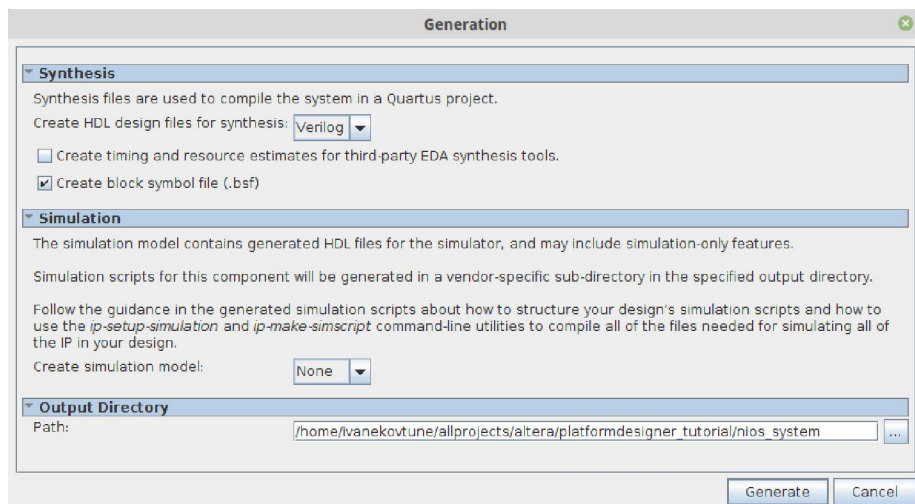

Рисунок 19. Налаштування у вікні *Generation*.
15. Далі оберіть команду ***Generate*** → ***Generate HDL***. Для ***Create simulation model*** оберіть ***None***. У цій роботі не буде виконуватися симуляція пристрою. Результати налаштувань відображені на рис. 19. Натисніть ***Generate*** та дочекайтеся сповіщення ***Generate completed***.